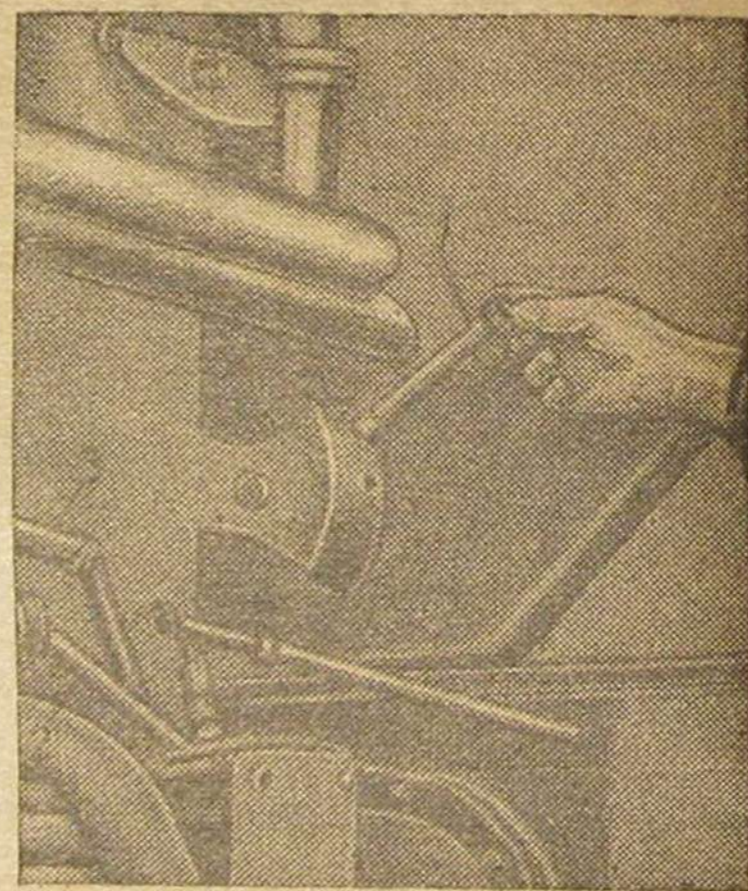

Рис. 16. Рычаги управления двигателя МГ-17:
6) постепенно включать муфту сцепления пускового двигателя, пока пусковой двигатель не начнет поворачивать коленчатый вал газового двигателя МГ-17; газовая дроссельная заслонка смесителя должна быть при этом полностью открыта, для чего рычаг 1 (рис. 16) нужно перевести на себя; воздушная заслонка смесителя должна быть закрыта, для чего рычаг 2 нужно перевести от себя;